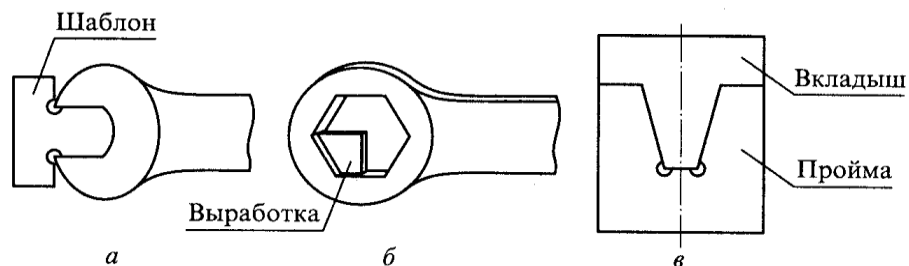

Рисунок 21
1. Какой вид операции распиливания представлен на рисунок 21?